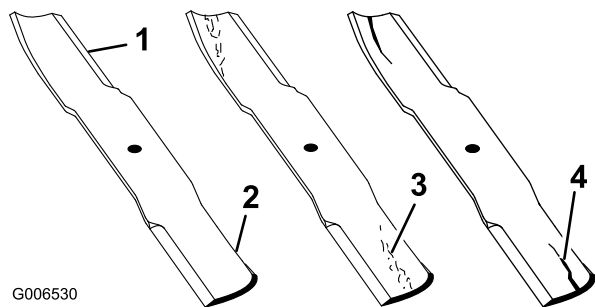

Figure 50
1. Examinez le tranchant des lames (Figure 50). Si les lames ne sont pas tranchantes ou si elles présentent des indentations, déposez-les et aiguisiez-les. Voir Aiguisage des lames.
2. Inspectez les lames, surtout la partie incurvée (Figure 50). Remplacez immédiatement toute lame
usée ou qui présente une fissure ou une entaille (repère 3 de la Figure 50).